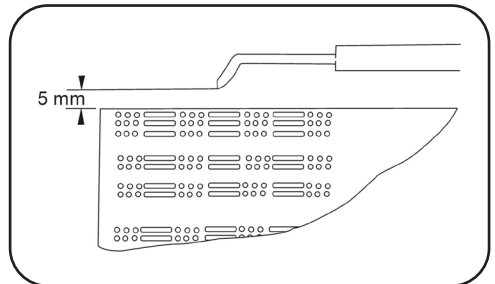

Figure 3: Position de l'électrode.
- Vérifiez la position de l'électrode de démarrage (fig. 3 →).